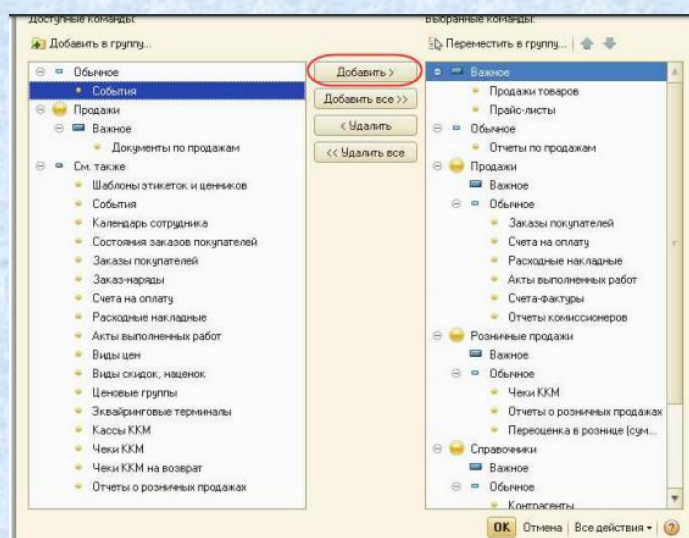

Рисунок 8 - Редактирование панели навигации раздела «Продажи»
3. В левой части формы установите курсор на **События** и нажмите кнопку **Добавить** (рисунок 8).